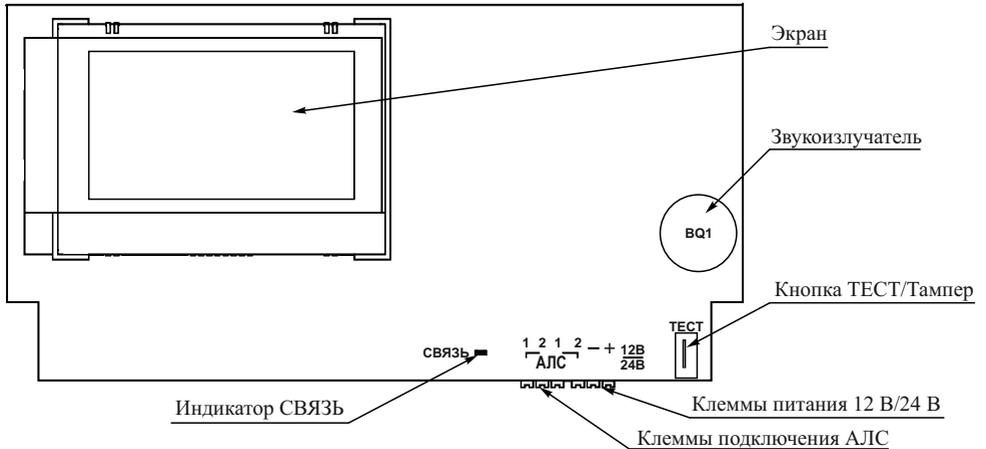

Рисунок 3
4.3 На основании размещена плата с электронными компонентами (рисунок 3).